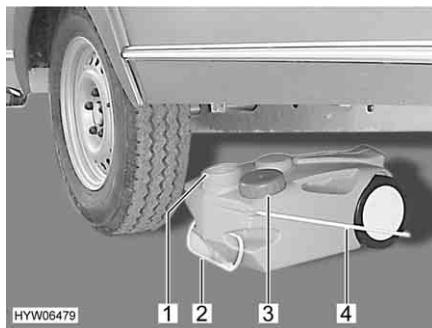

Fig. 145 Serbatoio delle acque grigie,
- Chiudere l'apertura del serbatoio delle acque grigie (Fig. 145,1) con il coperchio (Fig. 145,3).
- Estrarre il serbatoio delle acque grigie tramite la maniglia (Fig. 145,2).
- Sollevare verso l'alto la maniglia da asporto (Fig. 145,4) e posizionare verticalmente il serbatoio delle acque grigie.